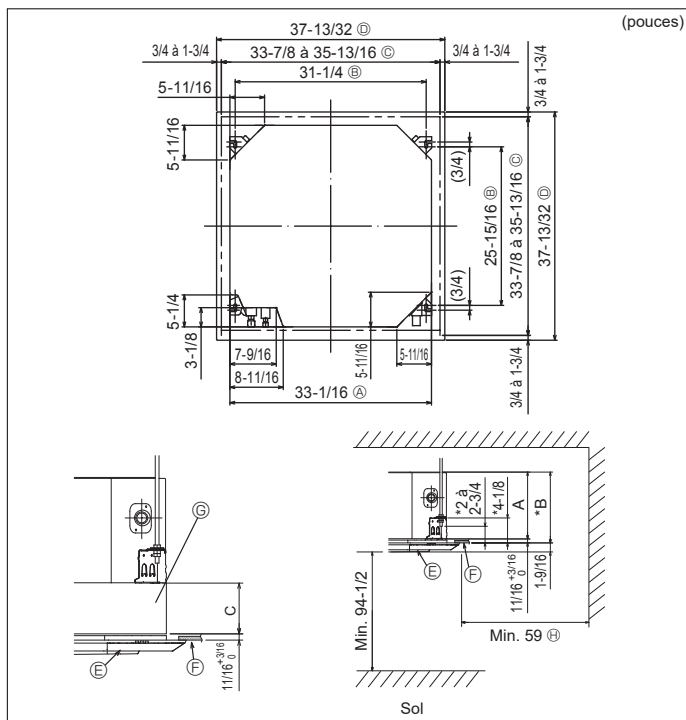

Fig. 3-2
④	Courroie (large)	8
⑤	Courroie (petite)	1
⑥	Prise d'écoulement	1
⑦	Isolation	1
3.2. Ouvertures dans le plafond et emplacement des boulons de suspension (Fig. 3-2)
* Les dimensions de l'ouverture dans le plafond peuvent être définies au sein de la plage indiquée dans la Fig. 3-2 ; centrer l'appareil principal par rapport à l'ouverture dans le plafond, en veillant à la symétrie de chaque côté par rapport à l'orifice.